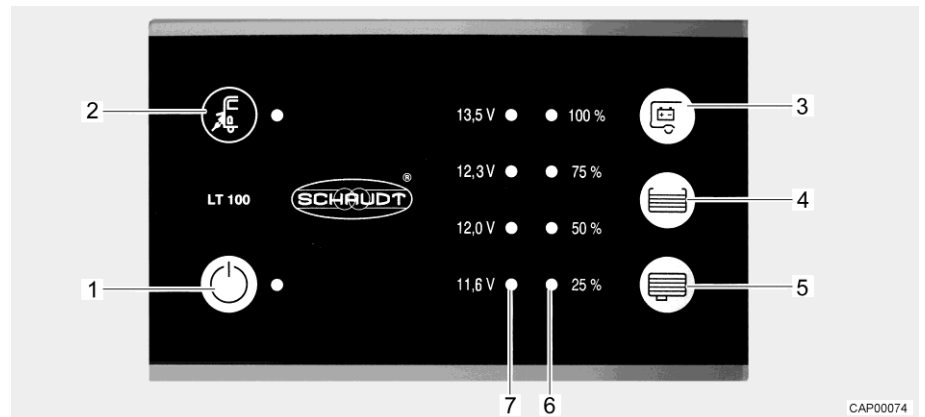

Fig. 96 Pannello di controllo (LT 100)
Il LED giallo accanto al simbolo del collegamento a rete "⚡" (Fig. 96,2) si accende, quando il veicolo è collegato a un'alimentazione di rete esterna. Il LED si accende anche se il pannello di controllo è spento.
L'interruttore principale a 12 V (Fig. 96,1) inserisce o disinserisce il pannello di controllo e l'alimentazione a 12 V dell'abitacolo.
- Premere l'interruttore "⏻" (Fig. 96,1): L'alimentazione a 12 V dell'abitacolo è inserita. Il LED diventa verde.
- Premere di nuovo l'interruttore "⏻" (Fig. 96,1): L'alimentazione a 12 V dell'abitacolo è disinserita. Il LED si spegne.
La scala LED (Fig. 96,7) indica la tensione della batteria dell'abitacolo nel modo seguente:
- Premere il tasto "E" (Fig. 96,3): Viene indicata la tensione della batteria dell'abitacolo.
La scala LED (Fig. 96,6) indica il livello del serbatoio dell'acqua potabile o del serbatoio delle acque grigie.
Indicazione livello: Premere il tasto "☰" (Fig. 96,4): Il livello di riempimento del serbatoio dell'acqua potabile è indicato dai LED accesi.
Premere il tasto "☷" (Fig. 96,5): Il livello di riempimento del serbatoio delle acque grigie è indicato dai LED accesi.